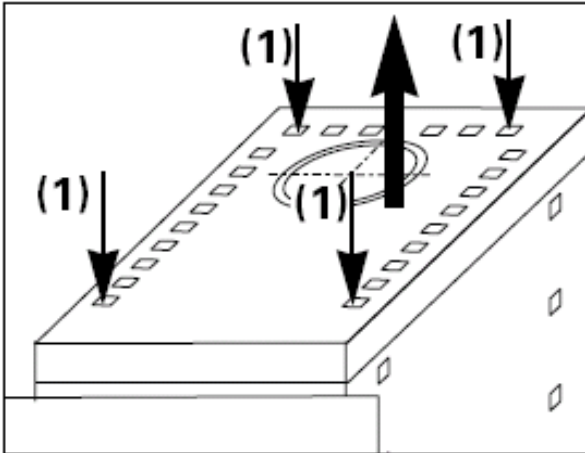

Abb. 6: Demontage Feuerraumdeckel
Hierzu die Befestigungsschrauben im Feuerraumdeckel von oben über die Konvektionsluftöffnungen (1) lösen und den Feuerraumdeckel abnehmen (siehe Abb. 6).